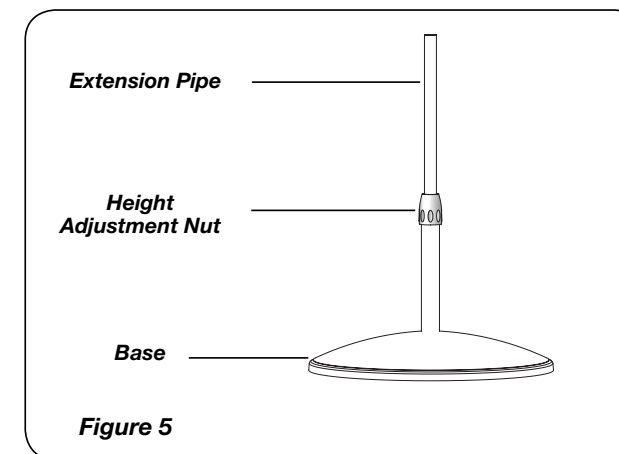

Figura 5
- Con un movimiento rápido, inserte el extremo de la tubería de gran diámetro en el agujero en la base. (*Figura 5*) En cuanto la tubería mientras se empuja asegurará la tubería esté completamente asentado en la base.